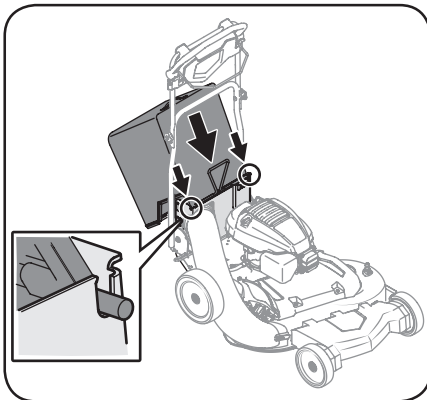

Figure 2-7
- c. Placez le support du sac sur les crochets de la goulotte d'éjection arrière. Voir l'encadré de la Figure 2-7.